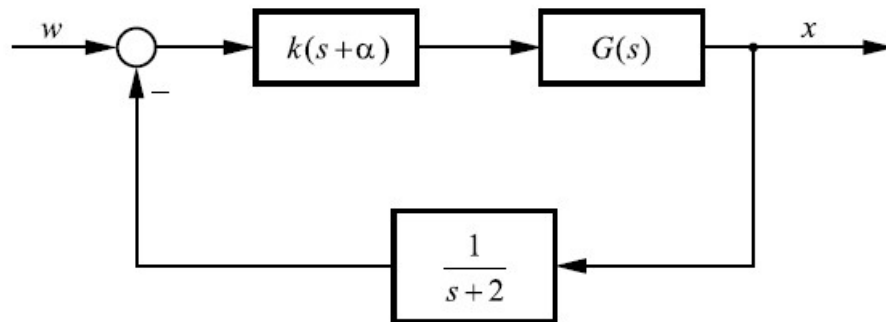

Abbildung 1.1
- a) Es wird der in Abbildung 1.1 dargestellte Regelkreis mit den reellen Parametern α und $k > 0$ betrachtet. In diesem Aufgabenteil gelte $G(s) \bullet \circ g(t) = \sigma(t) \cdot t$.